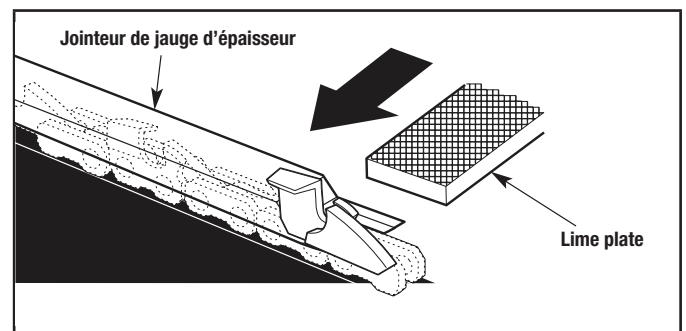

Figure 35
3. Utilisez un outil de jauge d'épaisseur (non fourni) pour mesurer le jeu de la jauge d'épaisseur (Fig. 35) de chaque gouge. Le jeu de la jauge d'épaisseur doit être maintenu à 0,6 mm (1/32 po). Le jeu de la jauge d'épaisseur détermine la profondeur à laquelle la gouge pénètre dans le bois pendant le fonctionnement et la taille des copeaux de bois produits. Un jeu trop important augmente les risques de rebond. Un dégagement trop faible diminue la taille des copeaux de bois, ce qui réduit la capacité de coupe.
- 3a. Utilisez un jointeur de jauge d'épaisseur de 0,6 mm (1/32 po) et une lime plate (outils non fournis) pour abaisser l'épaisseur jusqu'au dégagement correct (Fig. 35).